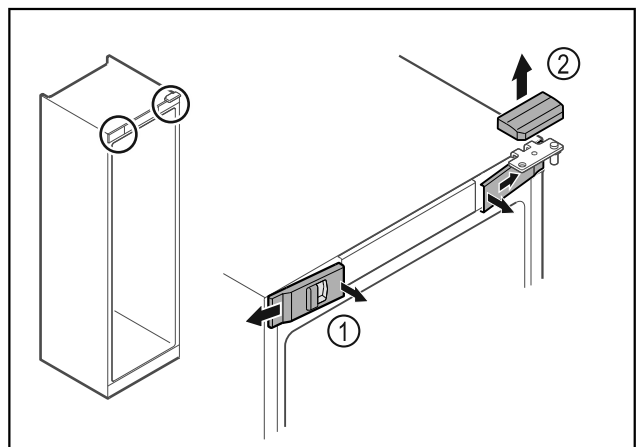

Fig. 7\*
- Paina etummaisat suojukset Fig. 7 (1) sisäpuolelta irti ja ota ne sivukautta pois.\*
- Ota ylempi suojuus Fig. 7 (2) yläkautta pois.\*